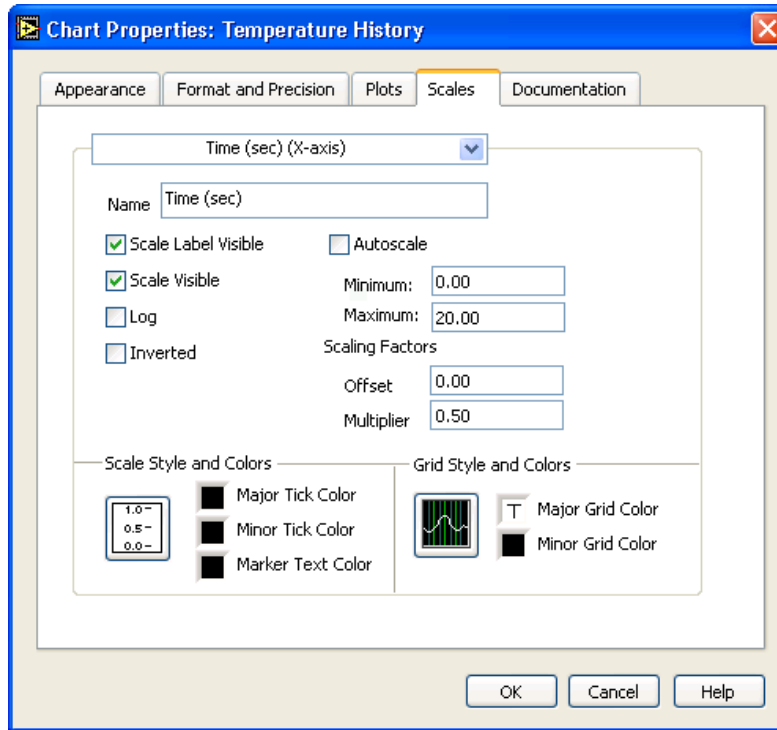

Figure 1.8
- d. Seleccionar la pestaña **Scales** y seleccionar en la parte superior del menú desplegable **Time (sec) (X-axis)**. Fijar las opciones de escala como se muestran en la Figure 1.8. Fijar el **Multiplier** en 0.50 para tener en cuenta la función **500 ms Wait**.